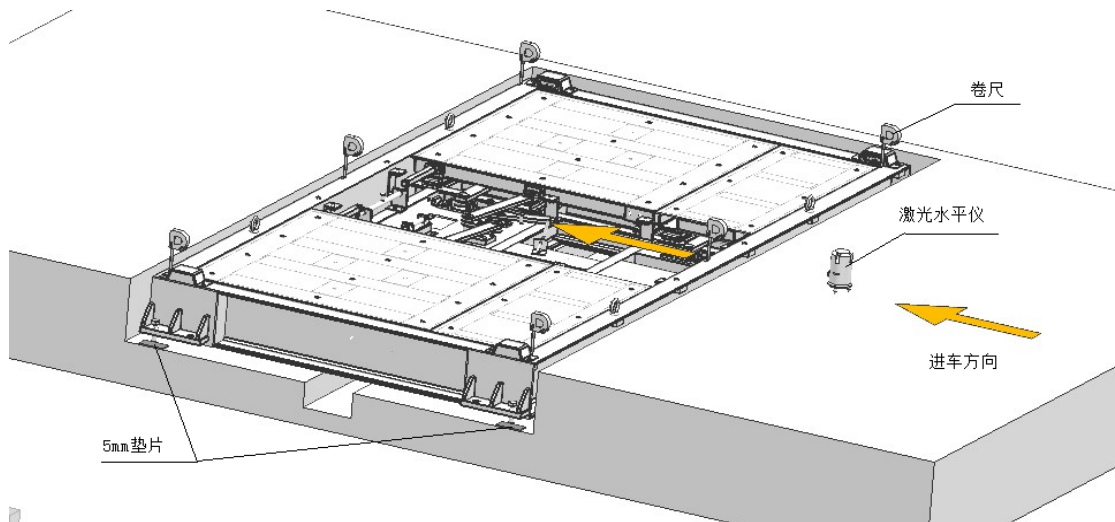
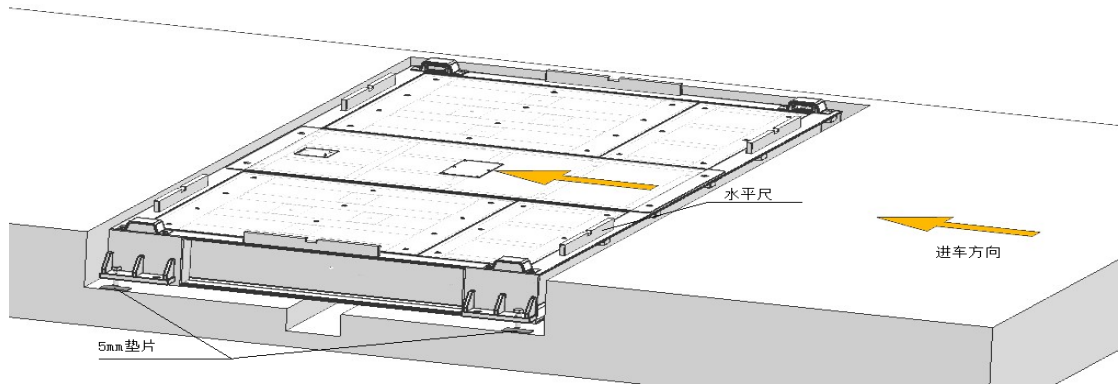

图 3.6
图 3.7
- (4)、在台架左右两侧的调节螺栓正下方放置一块 5mm 厚的垫片，使用激光水平仪结合卷尺（或水平尺）观察，通过旋拧调节螺栓使台架外框整体水平，同时还需调整台架外框表面与地面基本在同一水平面。用激光水平仪结合卷尺时，卷尺在台架六个角位显示的高度基本一致即可（见图 3.6）；用水平尺时，水平尺的液泡基本居中即可（见图 3.7）；如果不使用调整螺栓调节台架水平，可使用铁笔撬动台架四角，分别用配备的调试垫片支承台架四个角的底部(见图 3.6，卷尺正下方位置)，使台架外框整体水平且与地面在同一水平面；